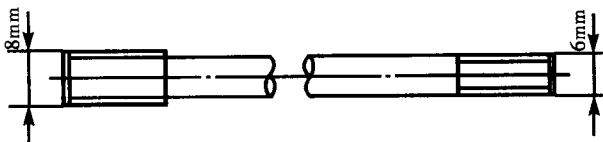

图1-4 汽缸螺柱
(3) 曲轴箱上汽缸螺柱的螺纹孔滑牙的修复：曲轴箱上汽缸螺柱的螺纹孔滑牙后，可要采用加大螺纹孔的方法进行修理。例如汽缸盖、汽缸体和曲轴箱是通过4根M6mm汽缸螺柱连接在一起的。若其中一根螺柱的螺纹孔出现滑牙后，应把原M6mm螺纹孔用φ6.7mm的钻头进行扩孔，再用φ10mm的钻头划倒角，然后用M8mm普通螺纹丝锥进行攻丝。攻丝时，丝锥的轴线要垂直于曲轴箱平面，不要歪斜。攻丝完毕后，选用材料为经40Cr调质处理、硬度为HRC28~35的钢，来制作螺柱（图1-4），并且加工好的汽缸螺柱拧紧在曲轴箱上后，保证与其他3根汽缸螺柱外露高度相同，同时能将自制汽缸螺柱M8mm的螺纹部分全部拧入曲轴箱螺纹孔内，以免装配时阻挡汽缸体，使汽缸体不能和曲轴箱平面紧密配合而漏气。此外，除了上述修复方法外，也可采用适当地加深汽缸螺柱的螺纹孔深度进行修复。